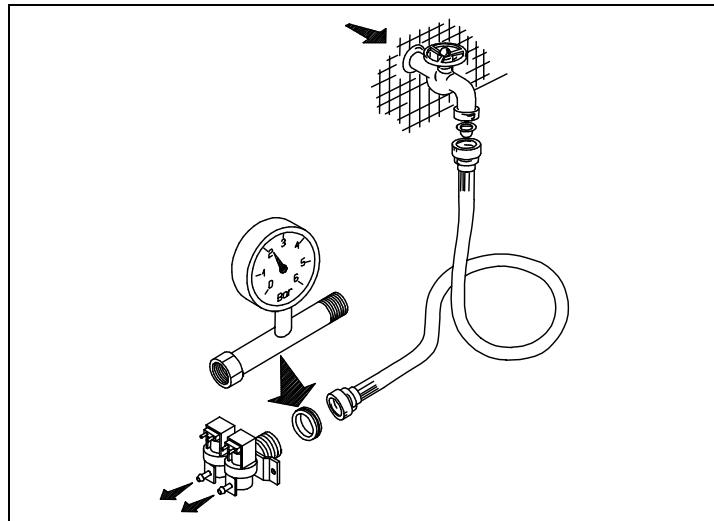
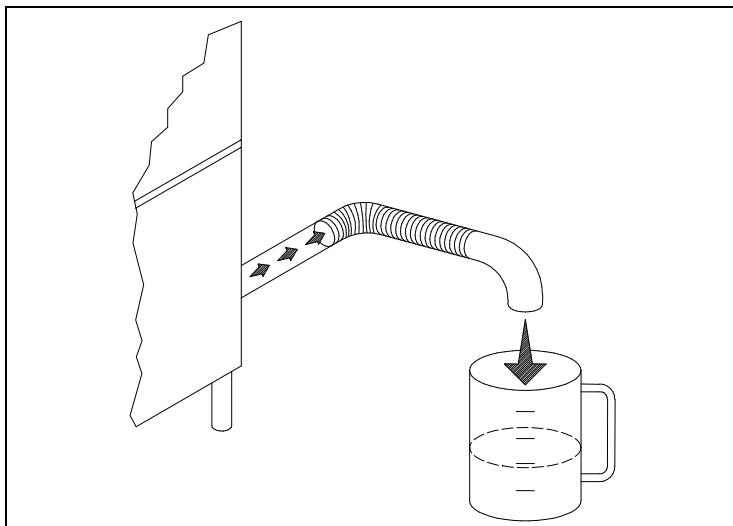

Fig. 2-4
Fig. 2-5
- L'apparecchio è previsto per l'allacciamento all'acqua fredda o calda (max 50 ÷ 55°C), con una pressione a valvola aperta come indicato nella Tab. 2-1. In caso di pressione superiore alla massima consigliata, bisogna installare un riduttore di pressione. In caso di pressione inferiore alla minima consigliata, bisogna installare una pompa di aumento pressione di max 0.5 Hp, con una portata di 20 L/min ed una prevalenza di 15÷20 mt.. Il controllo della pressione deve essere effettuato all'ingresso dell'elettrovalvola (ved. fig.2-4). La condutture dell'acqua deve avere un diametro interno di almeno 16/18 mm (ved. fig.2-5). Collegare il tubo di carico acqua dell'apparecchio ad un rubinetto d'intercettazione (B), posto preferibilmente nelle immediate vicinanze dell'apparecchio, interponendo l'apposito filtro in dotazione (B1) (ved. fig.2-2). Si consiglia l'installazione di un decalcificatore (C) (non in dotazione), montato a monte dell'elettrovalvola della macchina (ved.fig.2-3).
- The appliance is designed for connection to the cold or hot water supply (max. 50 55°C) at a mains pressure with the valve open as shown in Table 2-1 and a minimum output of 10 litres/min. If pressure exceeds the maximum, fit a pressure reducer. If pressure is lower than the minimum, fit a pressure booster pump of max. 0.5 HP, with an output of 20 litres/min. and a head of 15÷20 metres. Pressure must be measured at the solenoid valve inlet (see fig. 2-4). The water pipes must have an internal diameter of at least 16/18 mm (see fig. 2-5). Connect the appliance water supply pipe to a cut-out tap (B), preferably placed close to the appliance, fitting the special filter provided (B1) (see fig. 2-2). We recommend fitting a water softener (C) (not provided) upstream from the machine solenoid valve (see fig. 2-3).
- Das Gerät ist für den Anschluss an Warm- und Kaltwasser (max. 50-55°C) vorgesehen, wobei der Druck bei offenem Ventil dem in Tab. 2-1. Bei höherem Druck als dem empfohlenen einen Druckminderer installieren. Bei niedrigeren Druck als empfohlen eine Druckerhöhungspumpe mit max. 0,5 PS , einer Förderleistung von 20l/min und einer Förderhöhe von 15-20m installieren. Die Druckkontrolle muss am Eingang des Elektroventils erfolgen (siehe Bild 2-4). Die Wasserleitung muss einen Innendurchmesser von mindestens 16/18 mm aufweisen (siehe Bild 2-5). Den Zulaufschlauch des Gerätes an einen möglichst nahegelegenen Wasserhahn (B) anschliessen und den vorgesehenen Filter (B1) anbringen (siehe Bild 2-2). Der Einbau eines Etkalkers (C) wird empfohlen; dieser gehört nicht zur Ausstattung und muss vor dem Elektroventil der Maschine eingebaut werden. (siehe Bild 2-3).
- L'appareil peut être raccordé à l'eau froide ou chaude (50:55°C max) à une pression, soupape ouverte, comme indiqué dans le Tableau 2-1. Si la pression dépasse la pression maximum conseillée, il faut installer un réducteur de pression. Si la pression est inférieure à la pression minimum conseillée, il faut installer une pompe pour faire augmenter la pression de 0,5 Hp max., à un débit de 20 litres /min et à une hauteur d'élévation de 15-20 m. Le contrôle de la pression sera effectué à l'entrée de l'électrovanne (voir fig. 2-4). Les conduites d'eau auront un diamètre interne d'eau au moins 16/18 mm (voir fig. 2-5). Raccorder la conduite d'arrivée de l'eau de l'appareil à un robinet secondaire (B), installé si possible tout près de l'appareil, après avoir intercalé le filtre spécial fourni (B1) (voir fig. 2-2). Nous conseillons d'installer un adoucisseur (C) (non fourni) qui sera monté en amont de l'électrovanne de la machine (voir fig. 2-3).
- Este aparato se puede alimentar con agua caliente o fría (máx. 50 ÷ 55°C); la presión del agua con válvula abierta está indicada en la Tabla 2-1. En caso de que la presión fuera superior a la máxima que se aconseja, instale un reductor de presión; si fuera demasiado baja, instale una bomba de aumento de presión de 0,5 Hp (máximo), con un caudal de 20 litros por minuto y una altura de elevación de 15 a 20 m. El control de la presión se debe efectuar en la entrada de la electroválvula (véase fig. 2-4). La tubería del agua debe tener un diámetro interior de 16-18 m. por lo menos (véase fig. 2-5). Conecte el tubo de alimentación del agua del aparato a un grifo de paso (B), que irá montado preferentemente muy cerca del aparato, tras interponer el filtro (B1) del equipamiento base (véase fig. 2-2). Es aconsejable instalar un descalcificador (C) (que no forma parte del equipamiento base). El descalcificador irá montado antes de la electroválvula de la máquina (véase fig. 2-3).
- O aparelho é predisposto para ser alimentado com água fria ou quente (máx 50-55°C), com uma pressão, com a válvula aberta, como indicado na Tab. 2-1 e com um fluxo de 10 lt/min. No caso de uma pressão superior à máxima indicada, é necessário instalar um redutor de pressão. No caso de a pressão ser inferior à indicada, é necessário instalar uma bomba de máx 0,5 Hp, com um fluxo de 20 lt/min. O controle da pressão deve ser efetuado na entrada da electroválvula (ver figura 2-4). O tubo de água ou mangueira deve ter um diâmetro interno de pelo menos 16/18 mm (ver fig. 2-5). Conectar o tubo de alimentação de água do aparelho à uma torneira de fechamento manual (B), colocada de preferência próxima ao aparelho, conectando o filtro em dotação (B1) (ver fig. 2-2). Aconselha-se a instalação de depurador (filtro) de águas duras (calcário) (C), o qual não é previsto no fornecimento da máquina, montado antes da entrada da electroválvula (ver fig. 2-3).
- Het apparaat is geschikt voor aansluiting op warm of koud water (max. 50 - 55°C), met een druk bij geopend ventiel zoals aangegeven in Tab. 2-1. Bij een hogere druk dan de geadviseerde maximum druk moet er een drukregelaar geïnstalleerd worden. Bij een lagere druk dan de geadviseerde minimum druk moet een drukverhogingspomp van max. 0,5 HP geïnstalleerd worden met een opbrengst van 20 l/min en een opvoerhoogte van 15-20 m. De controle van de druk moet op de ingang van het elektroventiel gecontroleerd worden (zie afb. 2-4). De waterslang moet een inwendige diameter van ten minste 16/18 mm hebben (zie afb. 2-5). Sluit de watertoever slang van het apparaat aan op een afsluitkraan (B) die bij voorkeur dicht bij het apparaat geplaatst moet zijn en zet het speciale meegeleverde filter (B1) ertussen (zie afb. 2-2). Er wordt geadviseerd om een waterontharder (C) (niet meegeleverd) te installeren, die vóór het elektroventiel van de machine geplaatst moet worden (zie afb. 2-3).